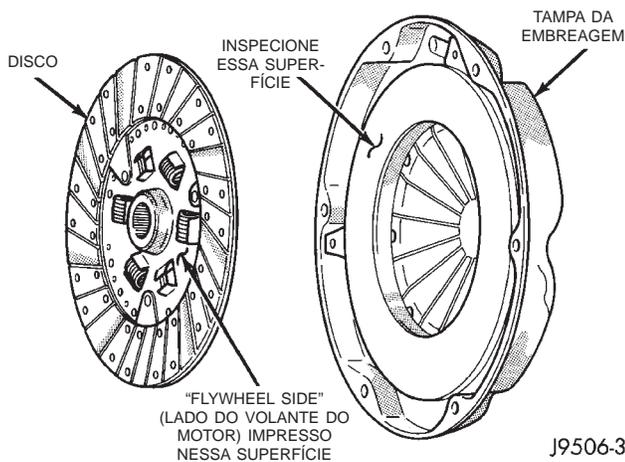

Fig. 3 Posição do Disco da Embreagem
(6) Verifique se o cubo do disco está posicionado corretamente. A parte elevada do cubo não deve estar voltada de frente para o volante do motor (Fig. 3).